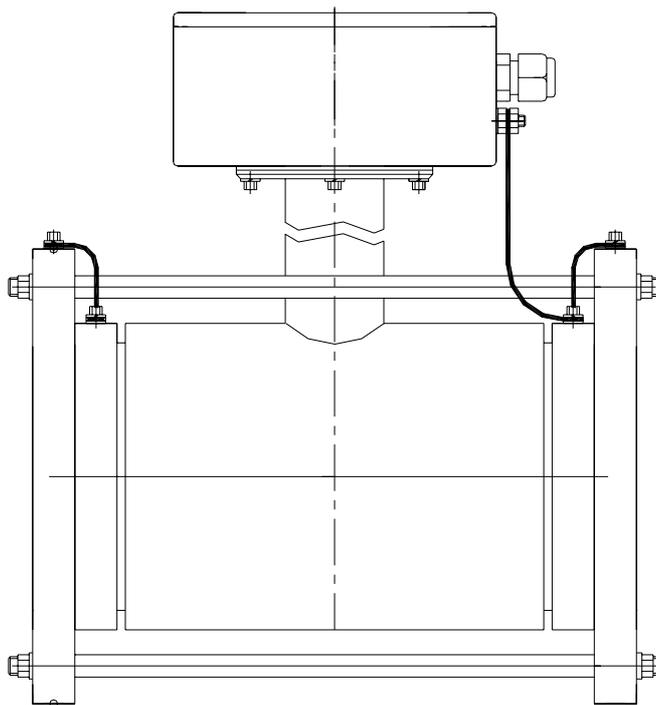

Рис. 8
5.3.3. При монтаже первичного преобразователя необходимо электрически соединить его фланцы между собой, а также каждый его фланец с соответствующим ответным фланцем трубопровода в соответствии с рис. 8